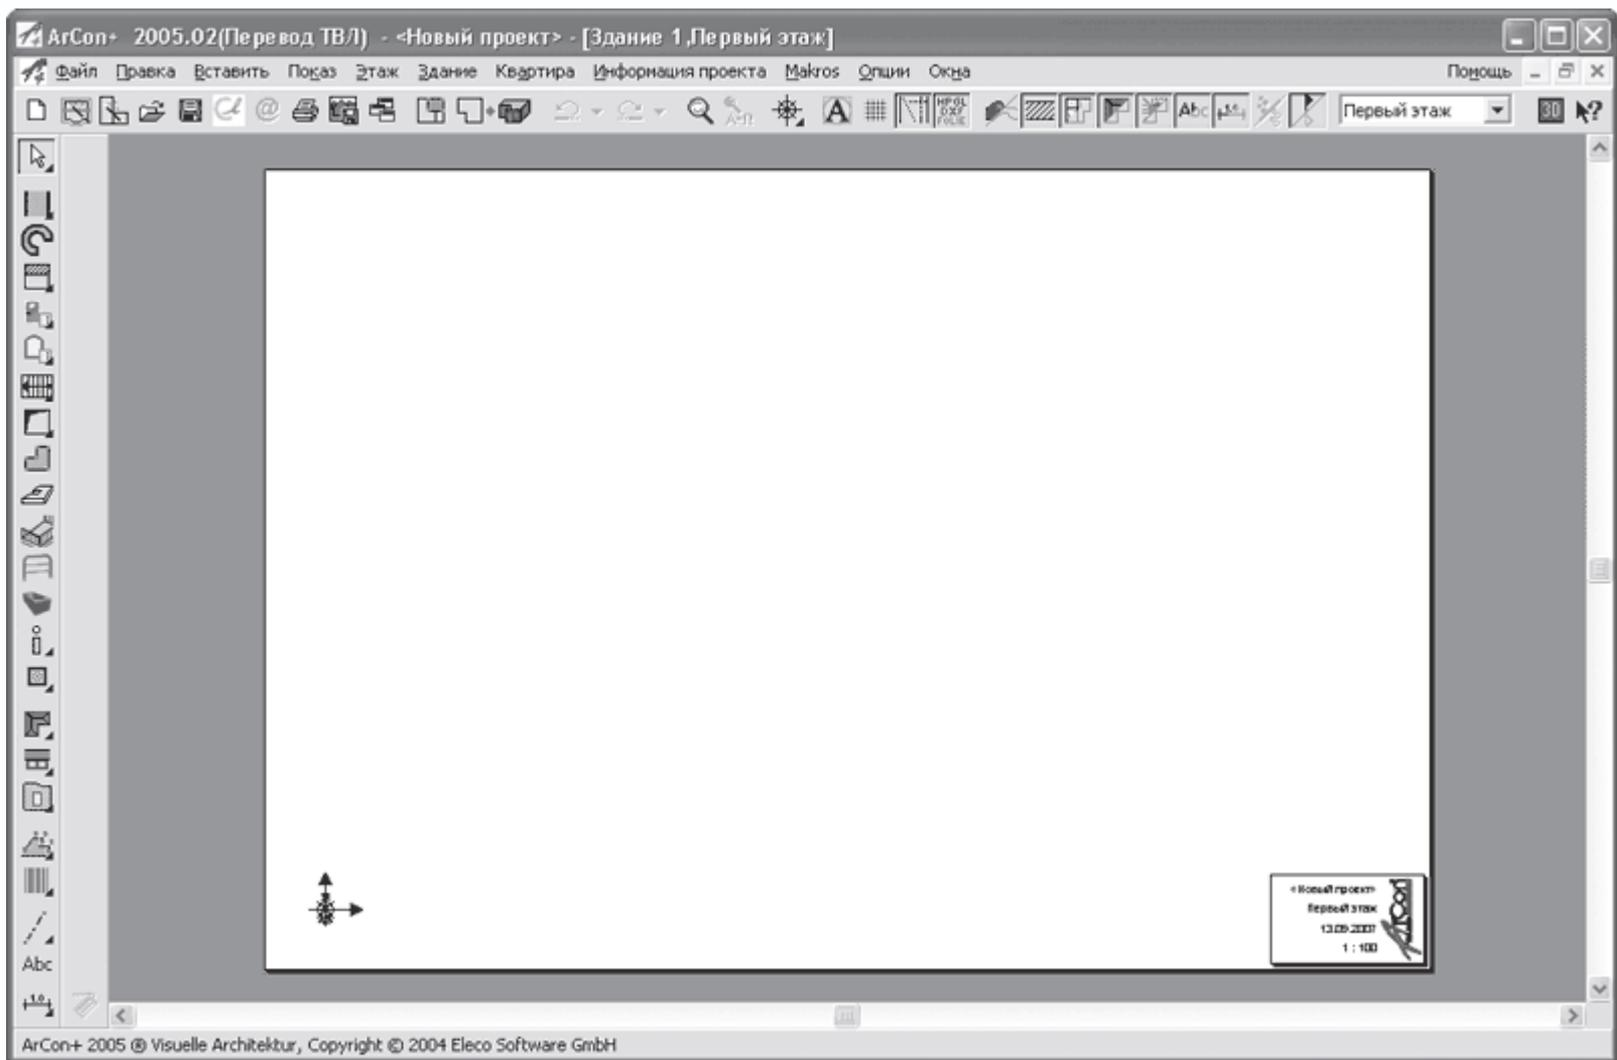

Рис. 3.17. Создание проекта с листом чертежа формата А3
2. Выполните команду Файл → Новый или воспользуйтесь кнопкой Новый проект, чтобы запустить процесс создания нового проекта. В появившемся окне Свойства этажей ничего пока не изменяйте и нажмите кнопку ОК. В результате в окне программы должен создаться новый проект с листом чертежа указанного формата (рис. 3.17).